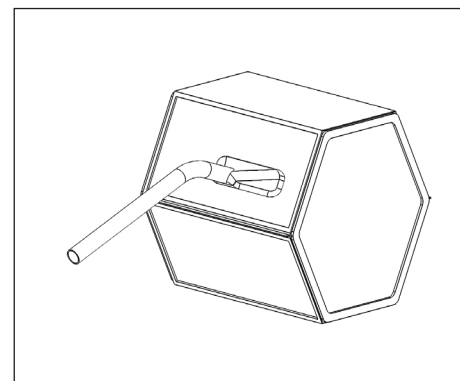

Abb. 8.p
- Reinigen Sie die Ventilatoren jedes Jahr mit einem Staubsauger. Die tatsächliche Notwendigkeit dieses Vorgangs kann je nach den Umgebungsbedingungen im Innen- und Außenbereich und der Häufigkeit der Filterreinigung variieren. Bewegen Sie die Motorausgleichsklammern nicht (Abb. 8.k-l-o-q).